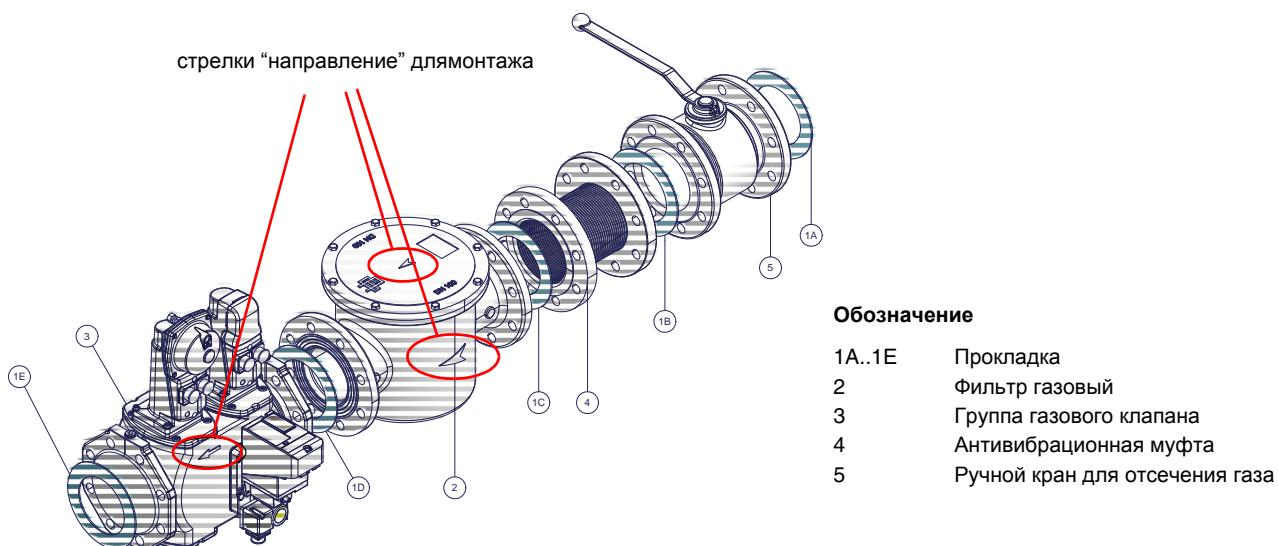

Рис. 3 - Пример газовой рампы
- 1 - б) при фланцевых соединениях: между соседними компонентами устанавливать прокладку (1A..1E - Рис. 3), совместимую с используемым газом;
ВНИМАНИЕ: после монтажа газовой рампы согласно схеме на Рис. 3, необходимо провести тестирование на герметичность газового контура, согласно требований действующих нормативов.